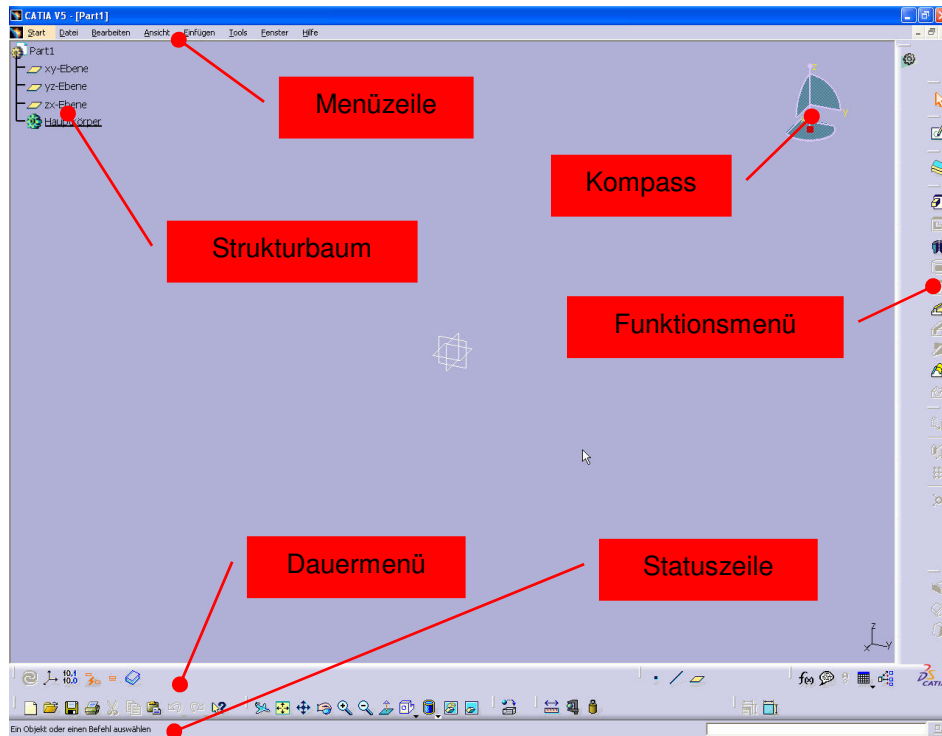

Abbildung 3: Arbeitsoberfläche im Part-Design
3. Ordnen Sie die Symbolleisten in etwa entsprechend der **Abbildung 3** an.